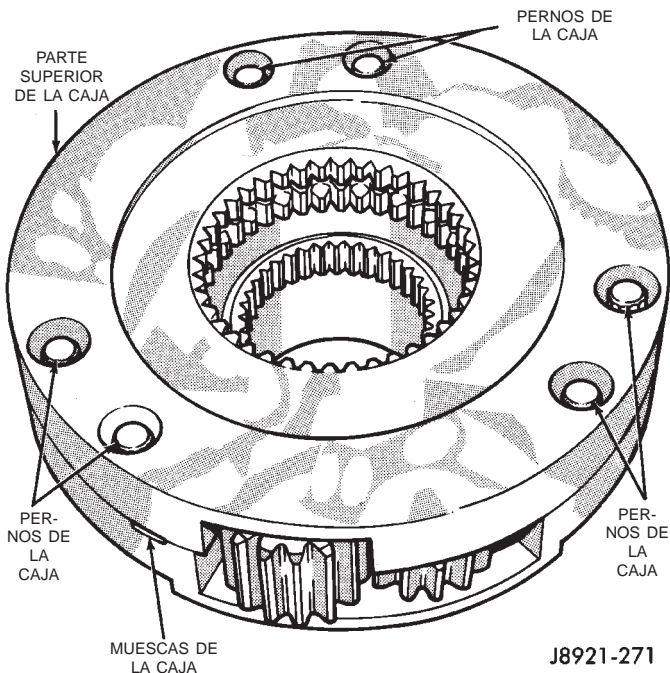

Fig. 45 Separación de las mitades de la caja del diferencial
(1) Marque las mitades de la caja del diferencial a modo de referencia.
(2) Retire los pernos de la caja del diferencial.
(3) Invierta el diferencial sobre el banco de trabajo.
(4) Separe la caja superior de la inferior. Utilice las muescas de las mitades de la caja para hacer palanca y separarlas (Fig. 45).